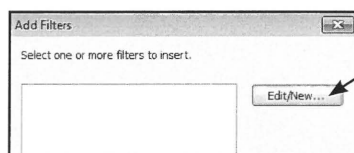

Fig. 13.07. Klik *Edit/New*.
- Klik *Edit/New* for at oprette en ny, da der ikke i forvejen er nogle på listen (Fig. 13.07).